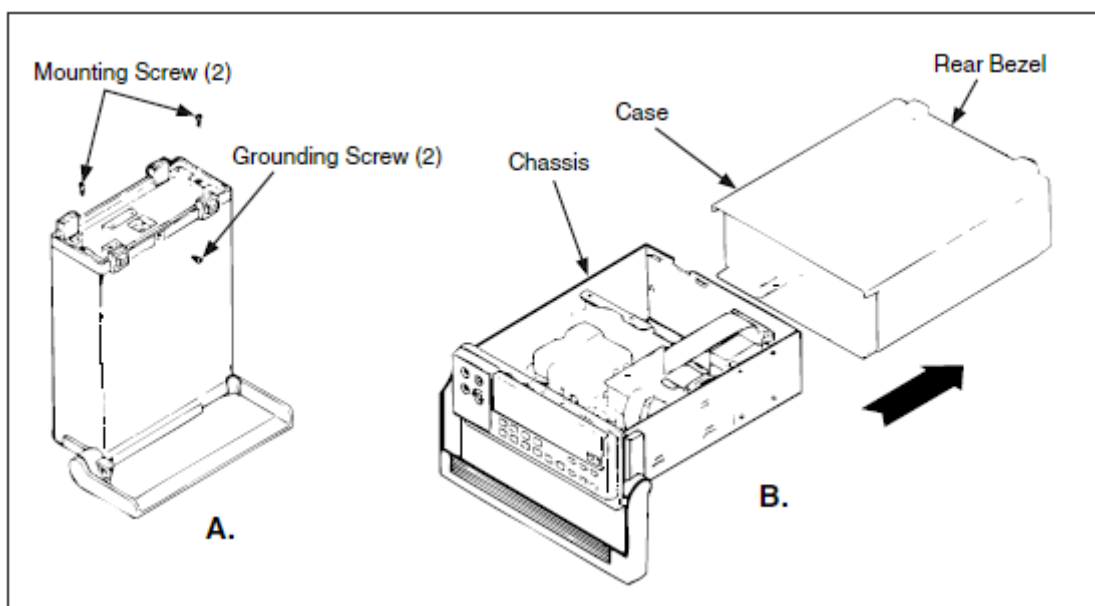

图 7-2 拆卸外壳
2. 从机箱底部和背板（如图 7-2 中的部分 A）上拧下固定螺丝，然后握住前面板，将机箱和背板从外壳中滑出（如图 7-2 中的部分 B），此时，背板并未离开机箱。